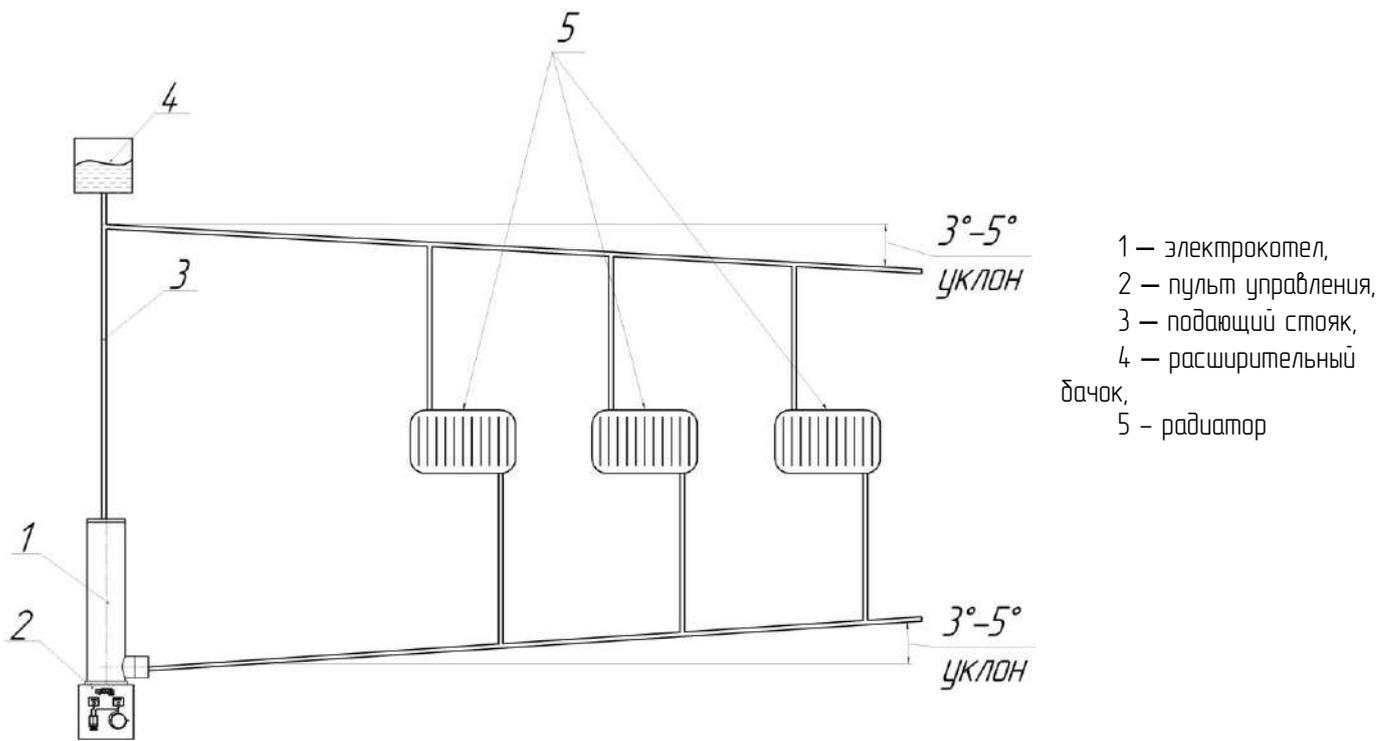

Рис. 5. Примерная схема отопления с естественной циркуляцией жидкости
6.1 Согласно выбранной схеме отопления (рис. 5 или 6) закрепить электрокотел на стене с помощью специальных держателей для труб (du 108). Минимальное расстояние от электрокотла до сгораемых конструкций 100 мм.